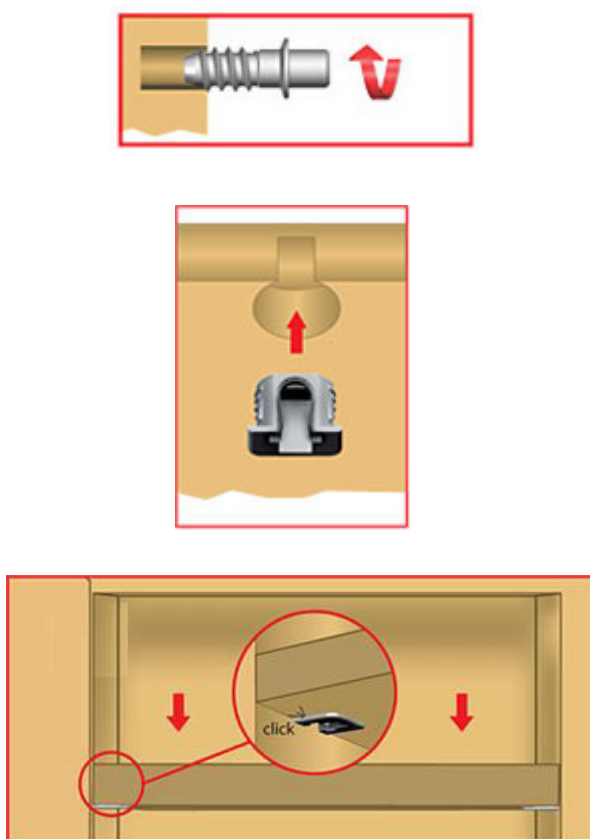

Рис. 1
3. Ввинтить штоки полкодержателей в отверстия на внутренней пластине царг (см. рис.1).
4. Установить полкодержатели в отверстия на распорной планке, сориентировав их пазами к торцу детали (см. рис.1).
7. Установить планку распорную на штоки полкодержателей, слегка нажав на нее сверху. Фиксация происходит с характерным щелчком (см. рис.1).
2. Ввинтить штоки полкодержателей в отверстия на внутренней пластине царг и торцах среднего бруска (см. рис.1).
11. Установить планки распорные на штоки полкодержателей, слегка нажав на планки сверху. Фиксация происходит с характерным щелчком (см. рис.1).